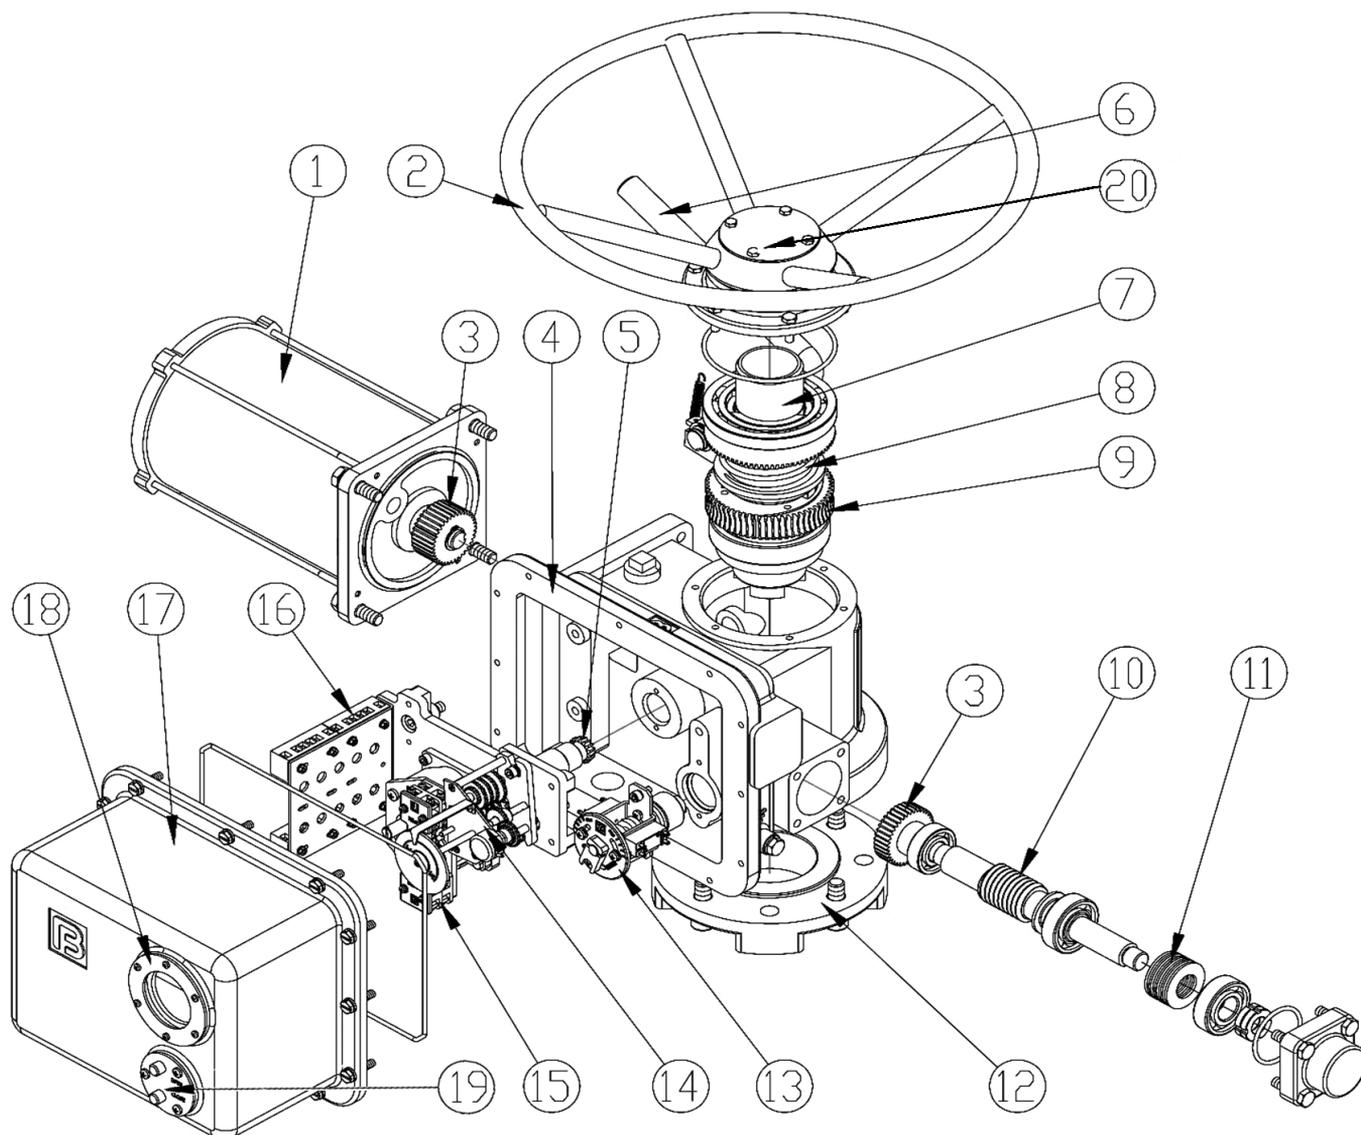
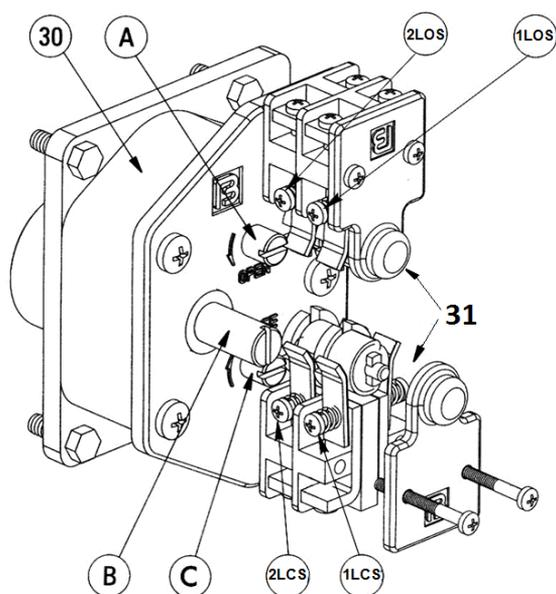

Рис.1 Электроприводы серии ГЗ-А, ГЗ-Б
Рис. 2 Ограничитель хода выходного вала
2.1 Электроприводы серии ГЗ-А, ГЗ-Б (рис. 1)
Ограничитель хода выходного вала состоит из редуктора 30 (рис. 2) и роторного механизма микровыключателей.
Двухсторонняя муфта ограничения крутящего момента (13) (рис. 1) состоит из червячного вала (10), сбалансированного по осевым перемещениям тарельчатыми пружинами (11) и ограничителя крутящего момента с пластиной С (рис 3).
Индикатор положения затвора арматуры (15) (рис. 1) состоит из набора установочных шестерен, омического датчика (опционально) (40), регулируемых дисков с указателем положения затвора (47, 48). На стержне (42) имеется 4 зубчатых зацепления, позволяющих фиксировать шестерню (43), для трехступенчатой индикации положения затвора арматуры.
Вращение от электродвигателя (1) (рис.1) через прямозубую цилиндрическую шестерню (3) передаётся на червячный редуктор (9, 10), который обеспечивает вращательное движение выходного вала (7) и через кулачковую муфту преобразуется в поступательное движение штока затвора арматуры.
Ограничитель хода выходного вала (рис. 2) через переходной вал (5) (рис. 1) механически связан с выходным валом электропривода. После надлежащей настройки ограничитель хода выходного вала соответствует определенным положениям затвора. При достижении затвором арматуры этих положений срабатывают соответствующие микровыключатели, отключая электропитание электродвигателя.
Индикатор положения затвора арматуры (15) (рис. 1) механически связан с валом ограничителя хода выходного вала. После надлежащей настройки указания индикатора соответствуют определенным положениям затвора арматуры независимо от режима работы электропривода – ручного или электрического.